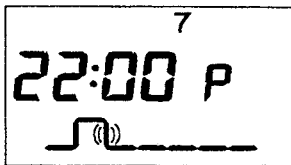
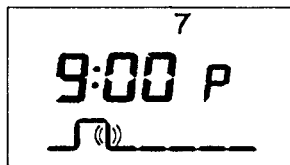

Fig. 5.10
Fig. 5.11
**Programmeringstast**   (7) trykkes ind til bjælken, der viser afslutning af en varmeperiode blinker (fig. 5.10) og (fig. 5.11)